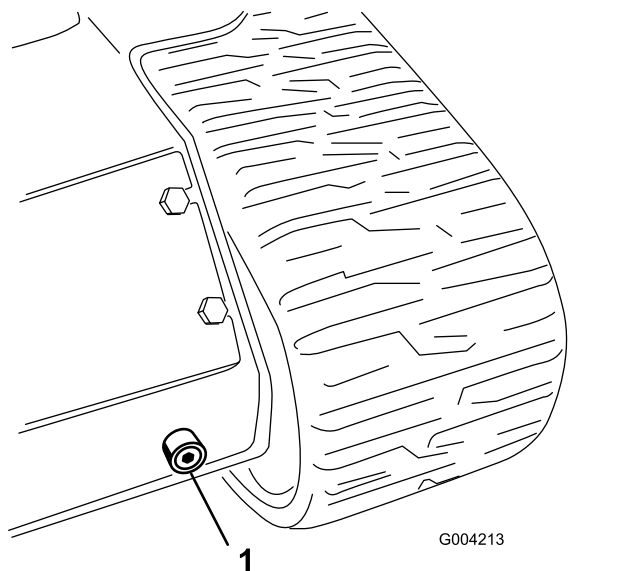

Figure 66
6. Placez un grand bac de vidange (d'au moins 57 litres [15 gallons américains] de capacité) sous le bouchon de vidange à l'avant de la machine (Figure 66).
7. Retirez le bouchon de vidange pour permettre à l'huile de s'écouler dans le bac de vidange (Figure 66).